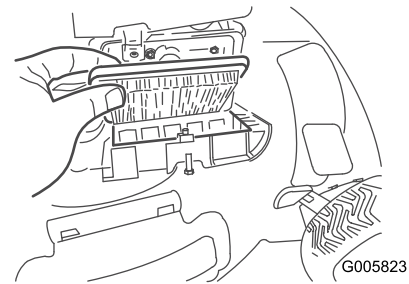

Figura 25
- Cambie el filtro de aire (Figura 25).